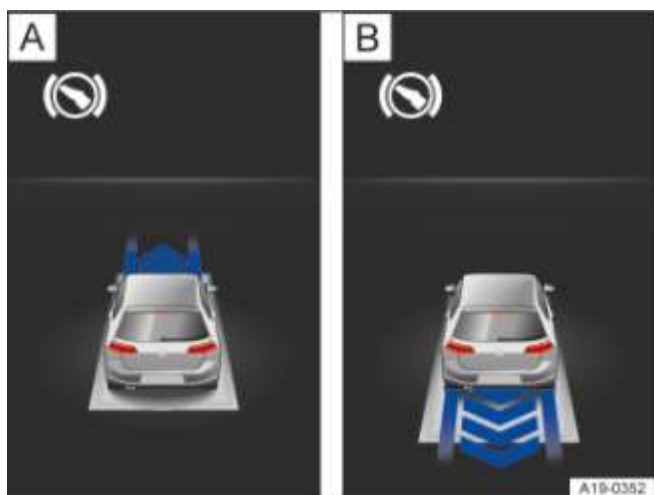

Fig. 132 Sur l'afficheur du combiné d'instruments : demande de changement de direction
- Si un changement de direction est affiché dans le combiné d'instruments, freinez et changez le rapport en conséquence → Fig. 132.